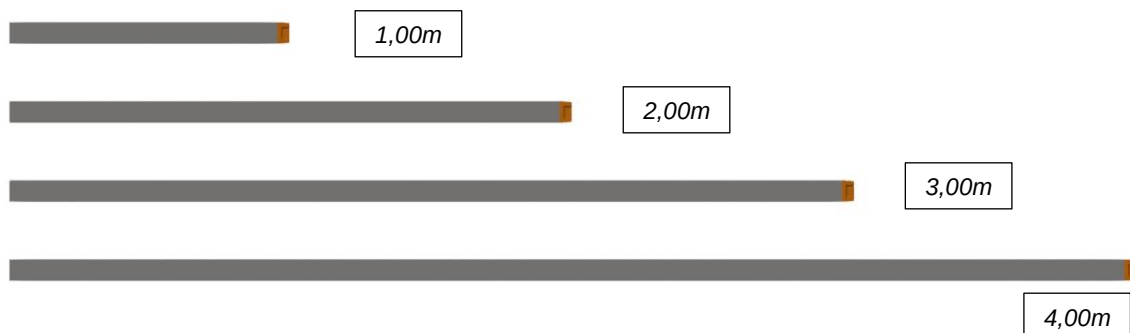

Abb. 5
2.2.3 Niveau-Schienen-Sets (Abb. 5)